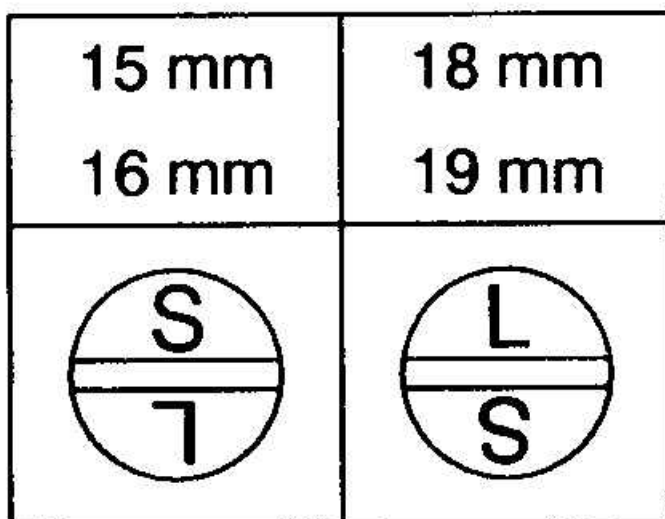

Рис.1
- При помощи отвертки установить регулятор 018 в нужное положение, соответствующее длине выбранного крепежа (рис.1).